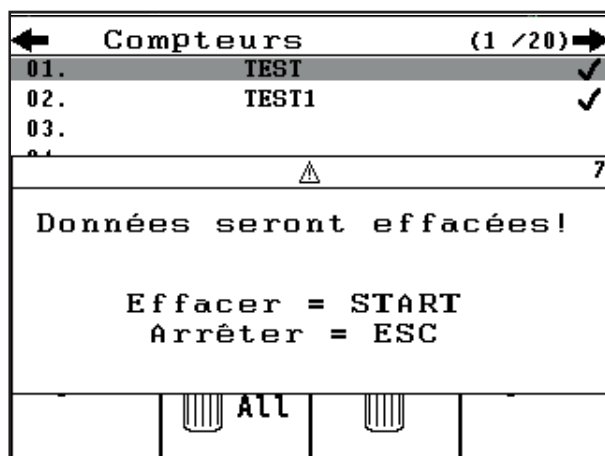

Figure 4.32 : Message avant la suppression des données
- ▷ Un message apparaît, indiquant que les données sont effacées (cf. figure 4.32).